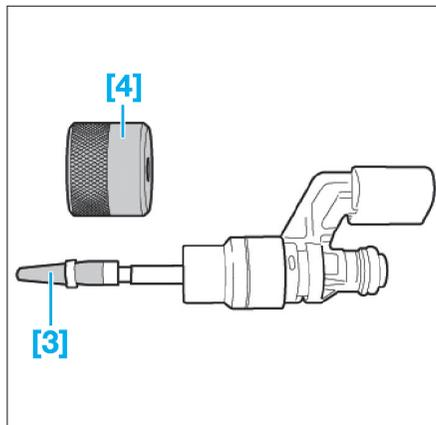

Fig. 46
- [2]. Marteau pour extracteur (ref. T10133/3) (Fig.46).
- [4]. Douille de montage (ref. T10133/6) (Fig.46).
- faire glisser la bague-joint avec la douille de montage [4] sur le cône de montage [3] jusqu'à ce qu'elle s'enclenche dans la gorge de la bague-joint (ne pas utiliser de lubrifiant) (Fig.46),